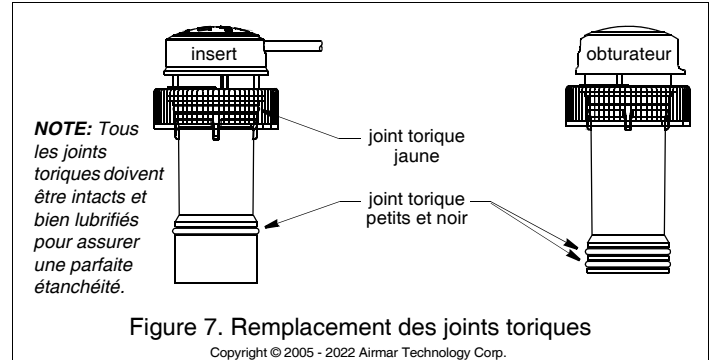

Figure 7. Remplacement des joints toriques
1. *Tout les joints toriques doivent être intacts et bien lubrifiés pour assurer une parfaite étanchéité.* Inspectez les joints toriques de l'obturateur et remplacez-les si nécessaire, lubrifiez-les avec la graisse silicone fournie ou du gel de paraffine (Figure 7).
Tout les joints toriques doivent être intacts et bien lubrifiés pour assurer une parfaite étanchéité. Installez les joints toriques sur l'insert et l'obturateur comme illustré (Figure 7).